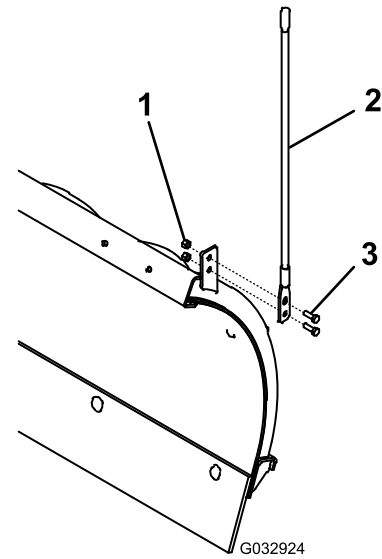

Bild 13
1. Befestigen Sie die Schneeschildführungen mit vier Schrauben ($\frac{5}{16}$ " x 1") und vier Sicherungsmuttern am Schild (Bild 13).